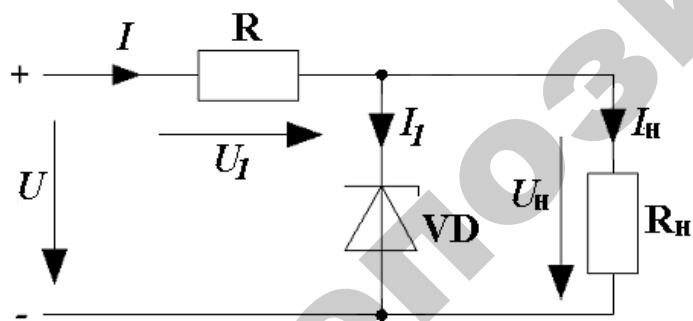
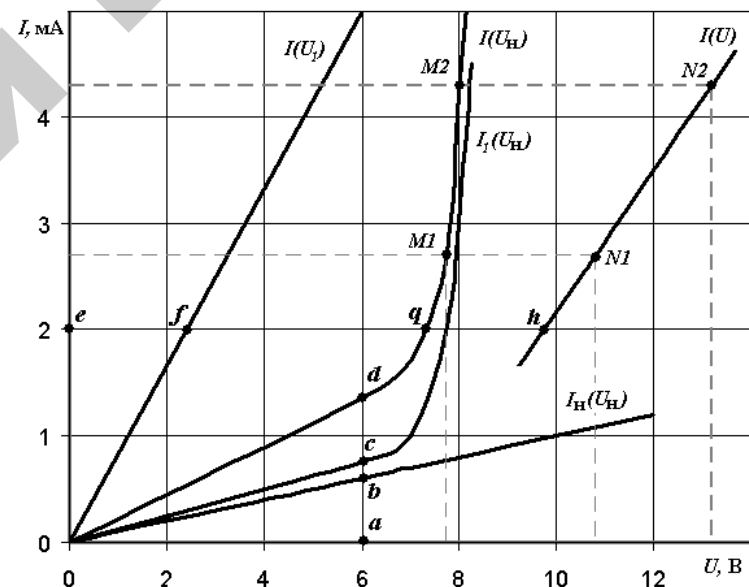

Рис. 1.12
Рис. 1.13
1.3.2. Для стабилизации напряжения на приемнике параллельно ему присоединили стабилитрон (рис. 1.12), ВАХ которого  $I_1(U_H)$  задана (рис. 1.13). Определить пределы изменения напряжения приемника  $U_H$ , если напряжение источника питания  $U = 12$  В изменяется в пределах  $\pm 10\%$ . Сопротивление  $R = 1,2$  кОм,  $R_H = 10$  кОм.
По двум точкам (0,0 и 5 мА, 6 В) проводим прямую линию и получаем характеристику  $I(U_1)$ . Аналогично по двум точкам (0,0 и 1 мА, 10 В) строим ВАХ  $I_n(U_n)$  (рис. 1.13).
Зависимость  $I(U_n)$  (рис. 1.13) для параллельного соединения получаем суммированием ординат ВАХ стабилитрона  $I_1(U_n)$  и приемника  $I_n(U_n)$ , соответствующих выбранному напряжению. Например, при  $U_n = 6$  В суммируем отрезки  $ab$  и  $ac$  и получаем точку  $d$  характеристики  $I(U_n)$ . Аналогично для других точек.